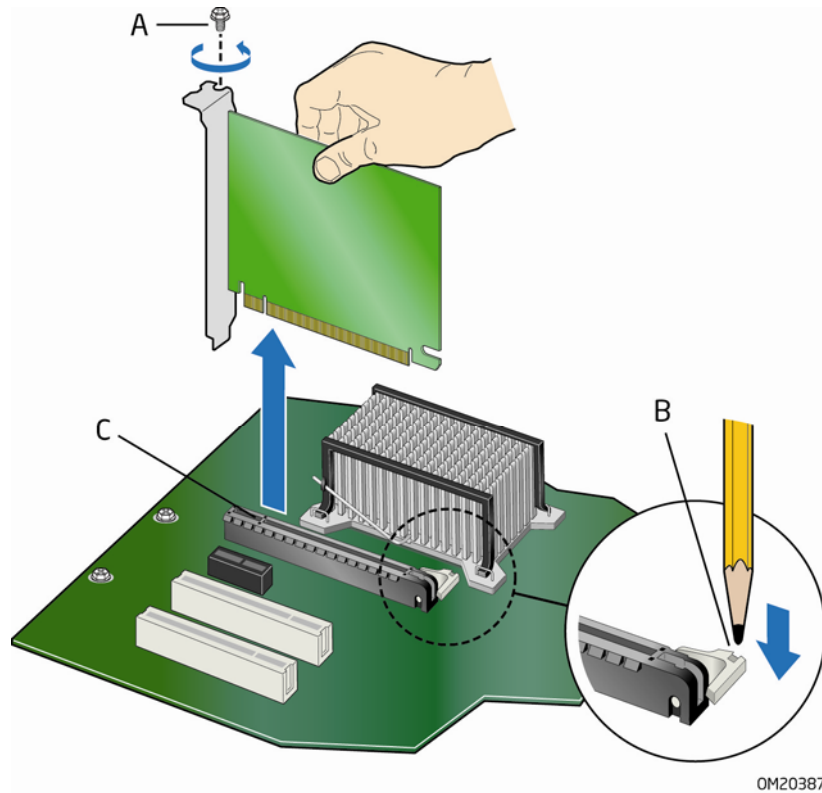

图 17. 拆卸 PCI Express x16 卡
2. 从卡的金属支架上卸下螺丝（图 17 中的 A），将卡从机箱背面板上松脱。
3. 使用铅笔尖或类似物品，向下按压凹口中的卡弹出拉杆（图 17 中的 B）。这将从连接器（图 17 中的 C）中将卡释放。